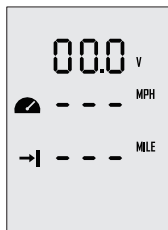

Abb. 6-1
Schritt 1: Im eingeschalteten Zustand drücken Sie die „**M**“ Taste ca. 2 Sekunden, um zu den benutzerdefinierten Einstellungen zu gelangen (siehe Abb. 6-1). Der Benutzer kann nach seinen Vorlieben die Anzeigooptionen auswählen.
Schritt 2: Im Menü der benutzerdefinierten Einstellungen wird die momentan einzustellende Option blinkend dargestellt. Durch Drücken der „**▲**“ Taste können Sie die anderen Optionen dieser Einstellung sehen. Beispiel: Wenn in Abb. 6-1 „V“ blinkt, bedeutet es, dass Sie an dieser Stelle andere Optionen auswählen können. Durch Drücken der „**▲**“ Taste wird die Anzeige von „V“ auf „%“ gewechselt. D. h. anstatt der Spannung wird der Batteriestand angezeigt.